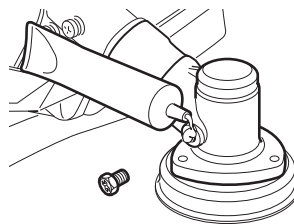

Fig. 42
- > Ajoutez du lubrifiant (Fig. 42).